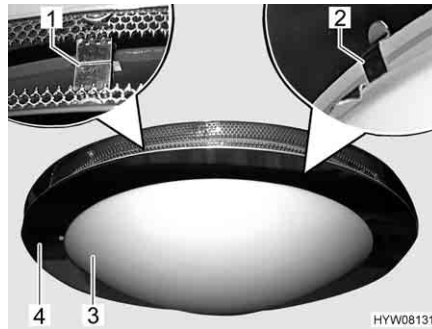

Fig. 178 Lampada a soffitto (rotonda)
- Tirare verso il basso l'anello metallico inferiore (Fig. 178,4) della lampada a soffitto opponendo resistenza alle graffe di supporto (Fig. 178,1). L'anello metallico inferiore si stacca da quello superiore.
- Estrarre la copertura della lampada (Fig. 178,3) opponendo resistenza alle graffe di supporto (Fig. 178,2).